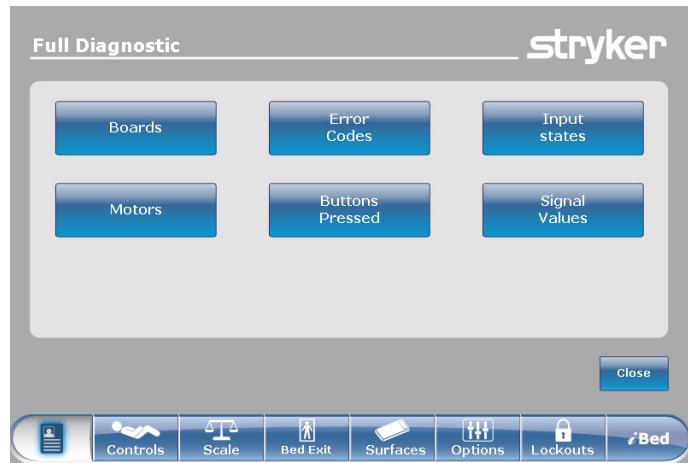

Abbildung 26: Bildschirm Vollständige Diagnostik
1. Im Bildschirm „Configuration“ (Konfigurationsbildschirm) die Taste „Full Diagnostic“ (Vollständige Diagnostik) drücken. Abbildung 26 erscheint.